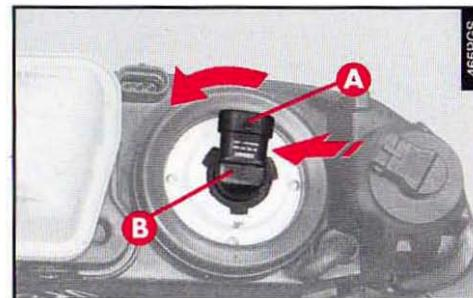

fig. 40
– Rebrancher le connecteur électrique en l'accrochant sur la dent (**A-fig. 40**).